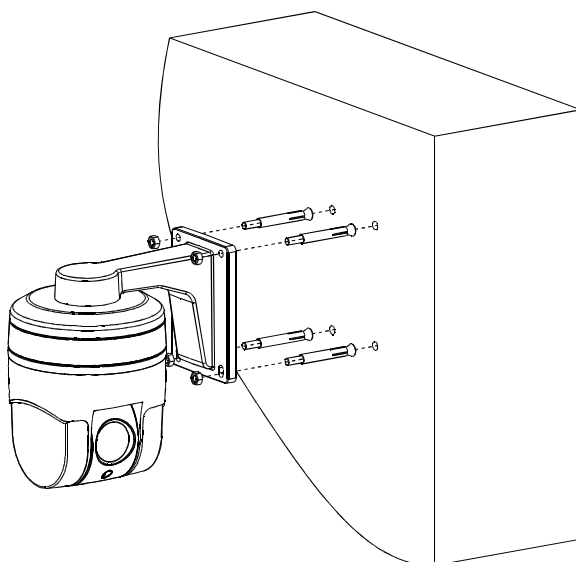

图10.1.1-2
请将图中用序号标出的①处用密封胶涂抹，以防止雨水渗入支架内损坏球机。（如图10.1.1-3所示）
①为壁挂支架与墙接触面的四周；